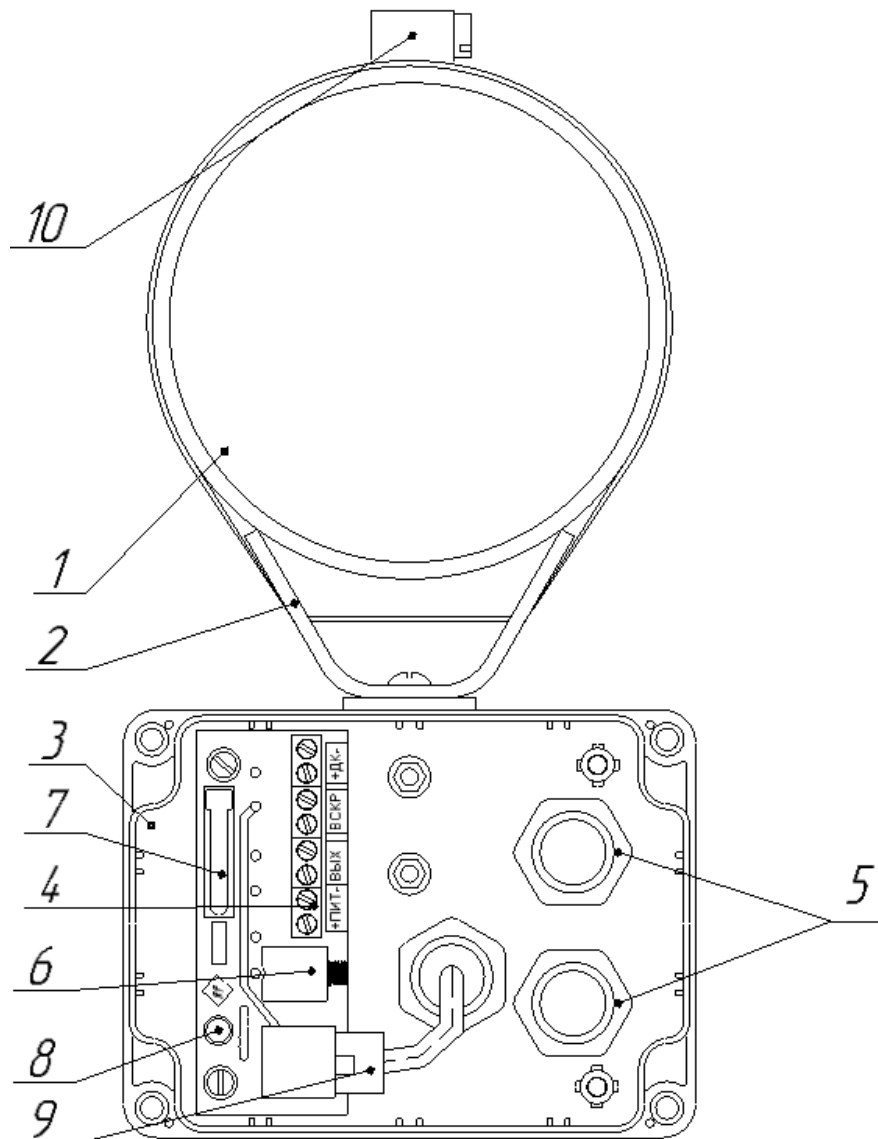

Рисунок 9 - КР со снятой крышкой на опоре
- 1.4.2.6. Внешний вид КР-1 с снятой верхней крышкой, установленной на трубе, приведен на рисунке (Рисунок 9). (В «коммерческом» исполнении» индекс -01, площадка опорная отсутствует, крепление непосредственно к кронштейну КР-1 поз. 6). Кабельные вводы поз. 5 позволяют вводить и фиксировать кабели Ø 6-10 мм.